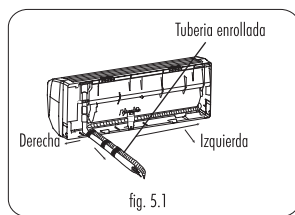

fig. 5.1
- 1.- Coloque la tubería, cable de señal y manguera de drenado listos para ordenarlos (fig. 5.1).